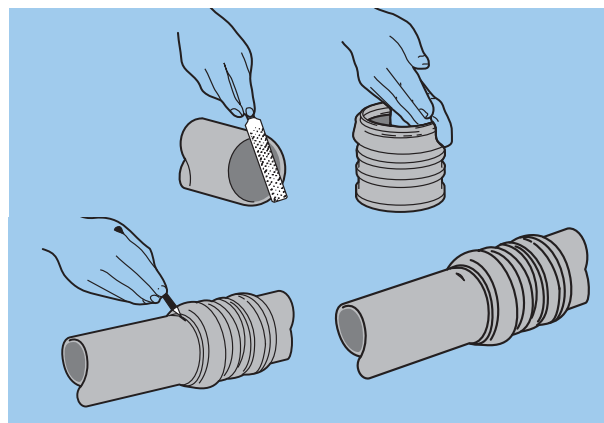

Рис.25
- Плотно вставить трубу в фитинг. Поставить отметку на трубе как указано (Рис.25)